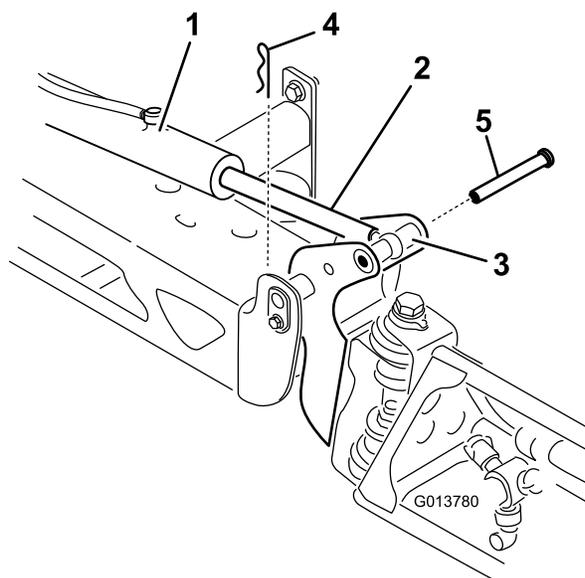

图 63
3. 向上提起喷洒臂、拆下柱销 (图 63)、然后将喷洒臂慢慢放到地面上。
2. 从枢轴销 (图 63) 上拆下开口销。
9. 支撑住喷洒臂、将柱销插入喷洒臂枢轴和提升器杆(图 63)。